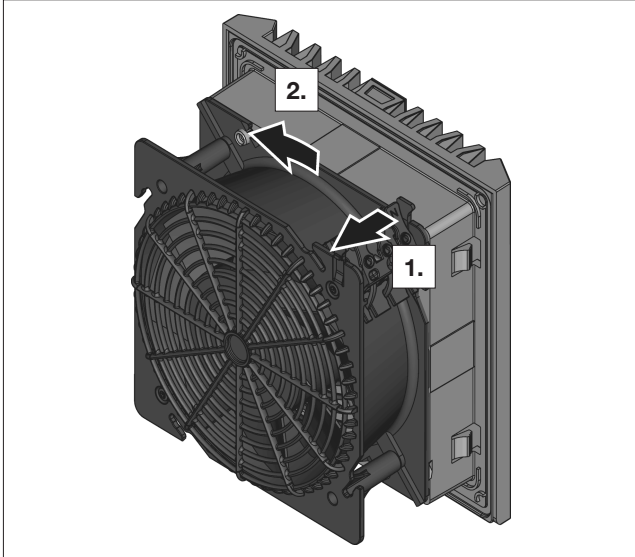

Abb. 12: Entriegelung Bajonett-Verschluss
- Ziehen Sie auf der Rückseite des Lüfters die Lasche (siehe Abb. 12) des Bajonett-Verschlusses, um den Bajonett-Verschluss zu entriegeln. Dieser befindet sich auf der Ecke der Anschlussklemme.